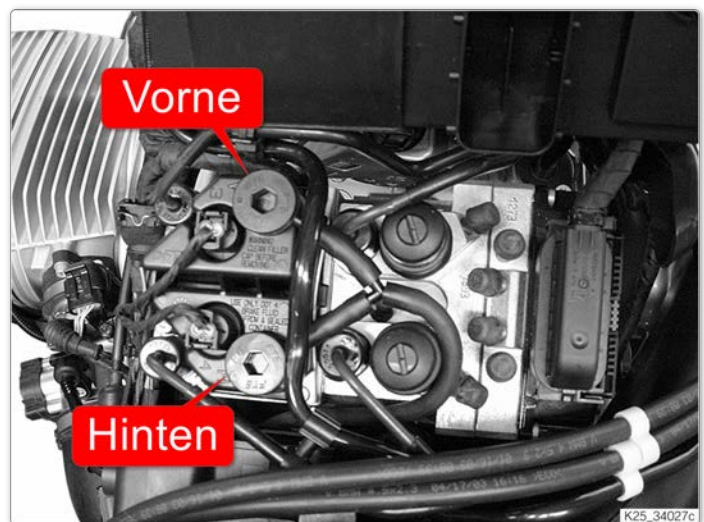

Abbildung 1
2. **Method 2:** Alternativ werden die Bremssättel nicht angerührt sondern der Stand der Höhe der Bremsflüssigkeit in den Radkreisbehältern (Abbildung 1) ist mit der Messstange eines Messschiebers (auch Schieblehre oder Schublehre) zu einem frei gewählten Bezugspunkt zu messen und zu notieren und nach dem Wechsel wieder herzustellen (Absaugen bzw. Auffüllen). Die Menge alter Bremsflüssigkeit, die beim Wechsel ggf. im Bereich der Kolben verbleiben könnte, wenn die Kolben nicht komplett zurück gedrückt wurden, ist so wenig, dass sie vernachlässigt werden kann.
Radkreisbehälter für vorne und hinten öffnen (Abbildung 1) und jeweils das eingesetzte Sieb mit einer Spitzzange vorsichtig entfernen.